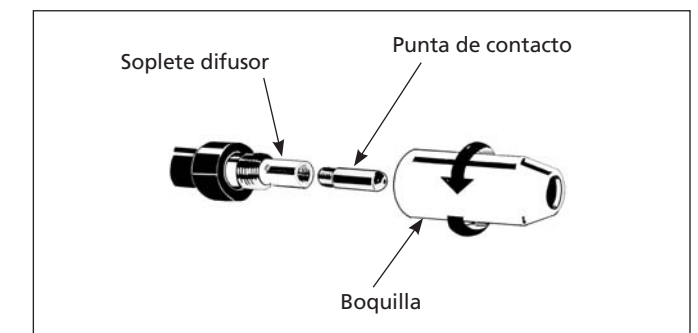

Figura 3 - Boquilla del soplete
- Desenrosque la boquilla y la punta de contacto del extremo de soplete (Ver la Figura 3). Enchufe la soldadora en un tomacorriente adecuado.
- Con cuidado deslice la punta de contacto sobre el alambre, enrosque la punta en el extremo del soplete y vuelva a instalar la boquilla (Ver la Figura 3). Corte el alambre a cerca de 1/4 de pulgada (6,4 mm) del extremo de la boquilla.